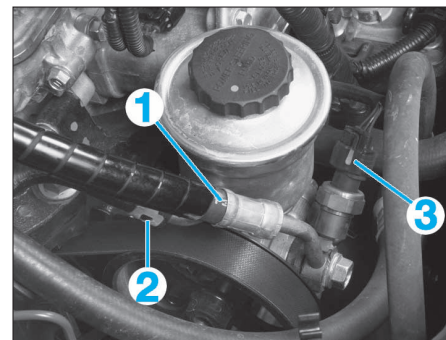

FIG. 10
- Déposer la canalisation (1) et la durit (2) (fig. 10).